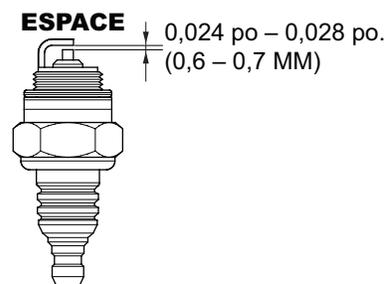

Figure 21. Écartement de bougie d'allumage
1. Retirer et nettoyer la bougie d'allumage (Figure 21), puis ajuster l'écartement des électrodes à 0,024 à 0,028 po (0,6 à 0,7 mm). Cet appareil possède un allumage électronique qui ne nécessite aucun réglage.